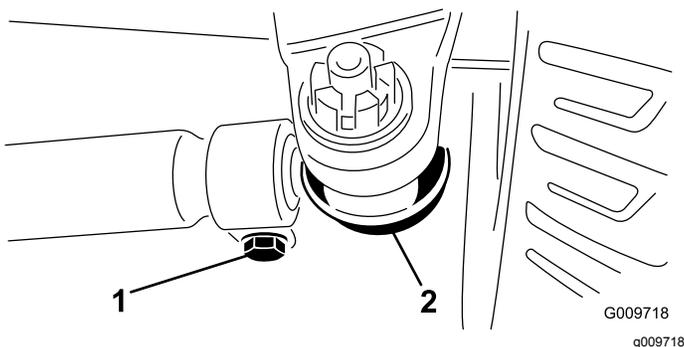

Рисунок 110
3. Для регулировки снимите шплинт и гайку с шаровой опоры тяги (Рисунок 110). Извлеките шаровую опору тяги из кронштейна на корпусе моста.
4. Ослабьте зажимы на обоих концах поперечных тяг (Рисунок 110).